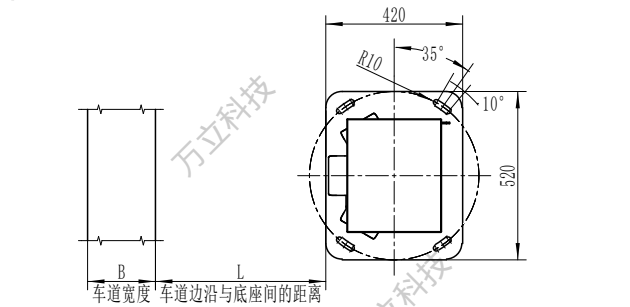

图 2 最大外形、底座安装尺寸示意图
(1) 安装位置在水平路面，并且预埋件上表面(或底座下表面)与路面齐平；
(2) 对于万立生产的单秤台、双秤台、轴组式、整车式动态汽车衡，智能一体机应安装于上秤侧，距秤台最近的位置，且一体机正前方车道检测范围内不得有障碍物遮挡；
(3) 对于万立生产的平板式动态汽车衡，智能一体机应安装于秤台中心位置，且一体机正前方车道检测范围内不得有障碍物遮挡；
(4) 如图 2 所示，底座与车道边沿距离 L 应满足： $0m \leq L \leq (6-B)m$